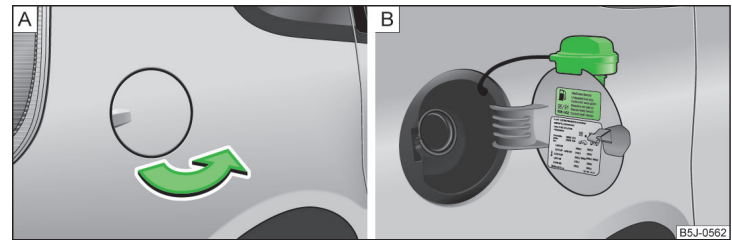

Abb. 131 Tankklappe öffnen / Tankverschluss
Auf der Innenseite der Tankklappe ist der für Ihr Fahrzeug vorgeschriebene Kraftstoff angegeben » Abb. 131 auf Seite 147 - [\[B\]](#).
- Die Tankklappe mit der Hand aufklappen » Abb. 131 - [\[A\]](#).
- Den Tankverschluss linksherum herausdrehen und von oben auf die Tankklappe stecken » Abb. 131 - [\[B\]](#).